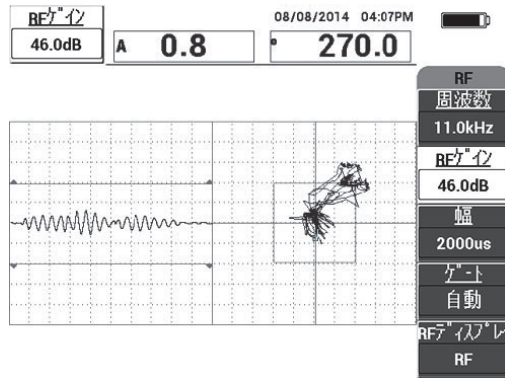

図 6-3 範囲内で信号を取得するためのゲイン調整
2. プローブチップを標準試験片の問題のない部分に配置し、ゲインキー (**dB**) を使用してゲインを調整して、RF ビュー (左) の信号が水平に 1 ~ 2 区分の範囲に収まるようにします (135 ページの図 6-3 参照)。